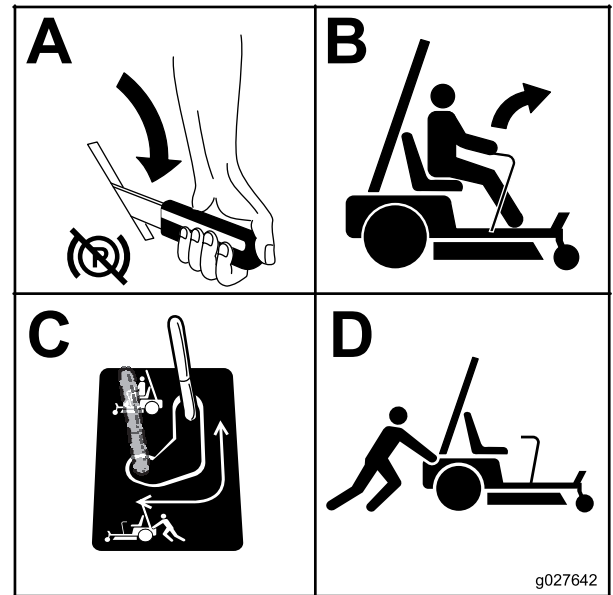

Bild 27
3. Wiederholen Sie die Schritte an jeder Maschinenseite Bild 27.
4. Stellen Sie den Bypass auf die Betriebsstellung (Bild 27), um die Radmotoren zu aktivieren.